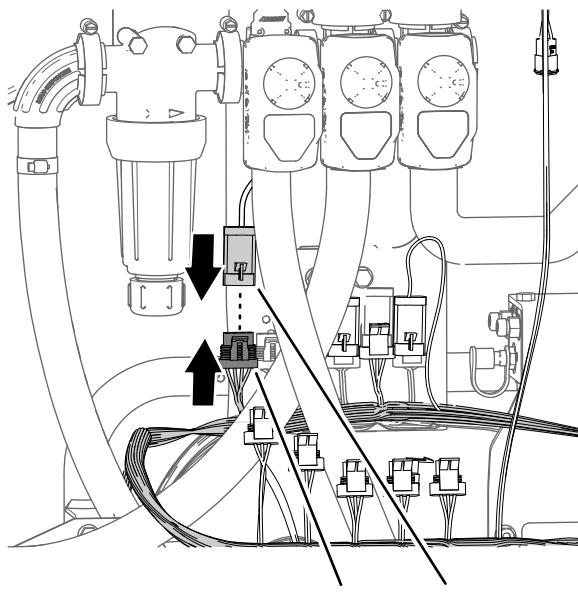

Рисунок 87
4. Подсоедините 4-штыревой разъем привода клапана интенсивности опрыскивания к 4-гнездовому разъему ответвления жгута проводов длиной 89 см из комплекта с маркировкой RATE VALVE (клапан интенсивности опрыскивания) (Рисунок 87).